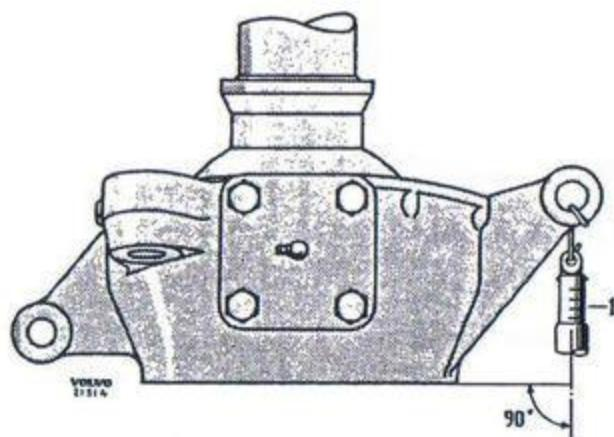

Bild 109. Ansättning av lager.
- Packa in spindellagren väl med fordonsfett 20. Sätt spindelhållaren på plats och montera justermellanlägg och lock. Mät förspänningen i lagren med en fjäderväg enligt bild 109. Fjädervägen skall ge ett utslag på 0,3—0,8 kg. Förspänningen ändras med justermellanläggen, som finns i ljoblek 0,1, 0,35 och 1 mm.